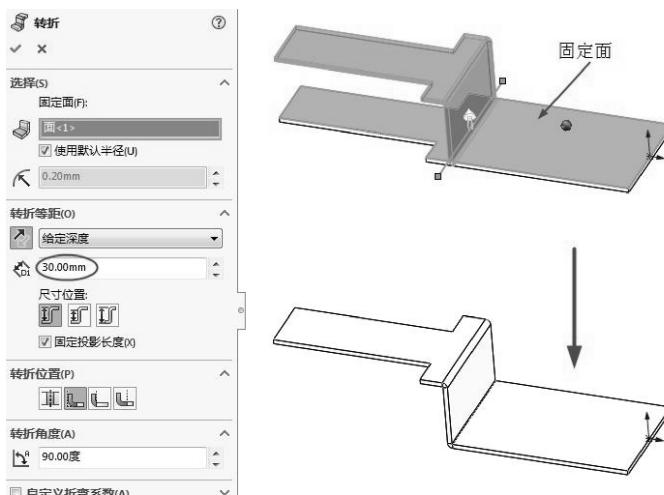

图 6-49 创建转折
- 05 创建转折。单击【钣金】选项卡中的【转折】按钮 $\square$ ，弹出【转折】属性面板，选择基体法兰右侧上表面作为固定面，并在【转折等距】选项区中选择【给定深度】方式，输入深度值为30mm，其余参数采用系统默认设置，创建转折，如图6-49所示。